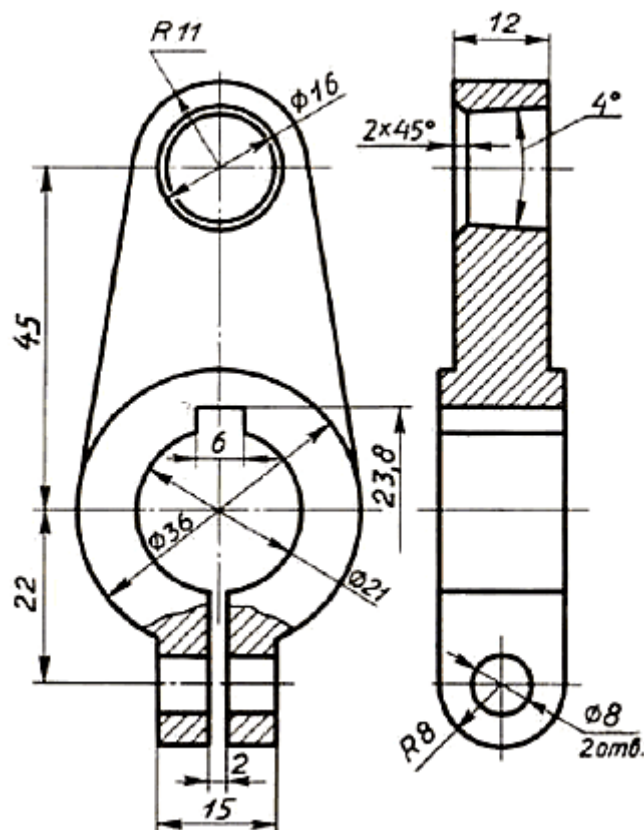

Рис. 7. Чертеж детали 1
- Чертеж детали «Плечо» рисунок 7.